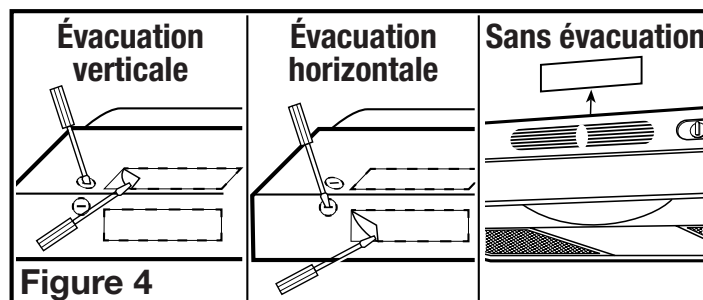

Figure 4
- 2a. Évacuation horizontale ou verticale -** Retirez la pièce rectangulaire défonçable. Pour ce faire, insérez un tournevis dans le pourtour et brisez les attaches qui le retiennent. Enlevez ensuite la pièce avec des pinces (**Figure 4**).
- 2b. Sans évacuation -** Soulevez et retirez le panneau de l'évent situé derrière la grille, exposant ainsi l'entrée d'air frontale. N'utilisez pas de tournevis ni tout autre objet qui pourrait égratigner la hotte (**Figure 4**).
- Déterminez par où les fils entreront dans la hotte et retirez l'entrée électrique défonçable appropriée. Pour ce faire, insérez un tournevis dans la fente et faites un mouvement de va-et-vient jusqu'à ce que la pièce se détache (**Figure 4**).
**REMARQUE :** INSTALLATION SANS ÉVACUATION SEULEMENT, Si ce n'est déjà fait, retirez le panneau de l'évent situé derrière la grille (Figure 4).